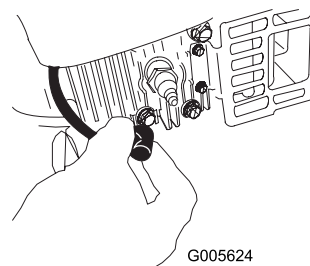

Figura 28
2. Staccate il cappellotto dalla candela prima di eseguire interventi di manutenzione (Figura 28).